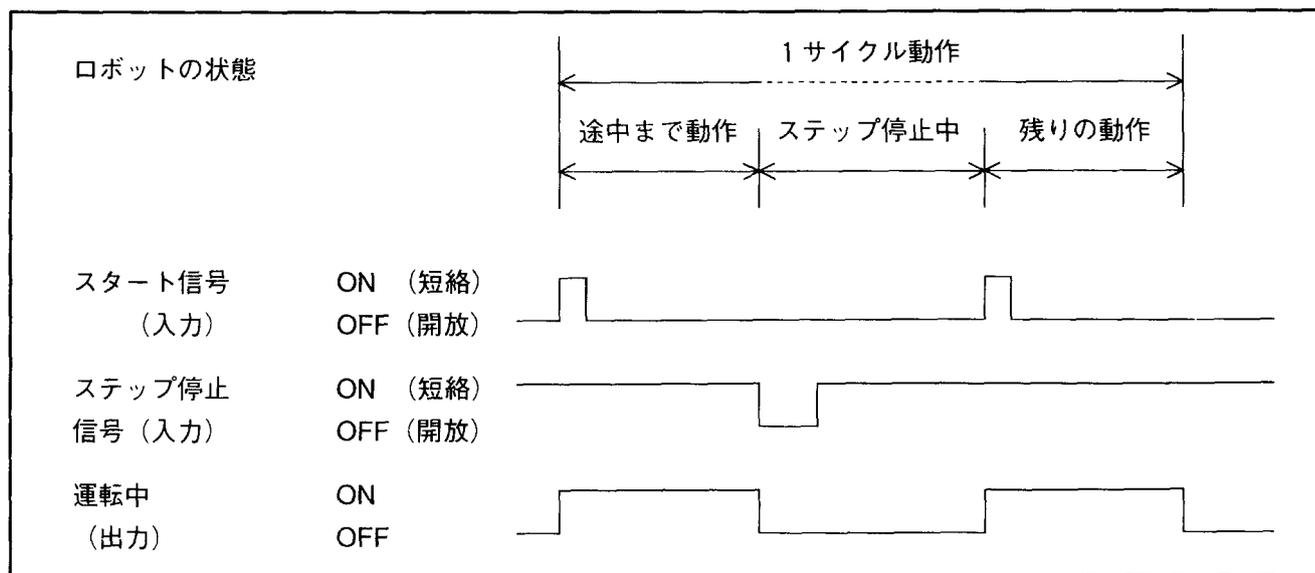

図 3-23 ステップ停止信号
(3) 入力条件と動作
- ①この信号が ON (短絡) → OFF (開放) されると、ロボットは現在実行中のステップを終了した時点で停止し、ロボット運転中出力を OFF します。外部モードは維持されており、スタート信号の入力でプログラムの続きを実行します。図 3-23 をご参照ください。
- ②スタート信号入力時にこの信号を OFF (開放) しておくと、ステップ毎に停止します。
- ③ティーチングペンダントによる運転の場合は、この信号が ON (短絡) → OFF (開放) されたときに限り有効です。
- ④ステップ停止後の再起動方法は P3-26 の「スタート」をご参照ください。